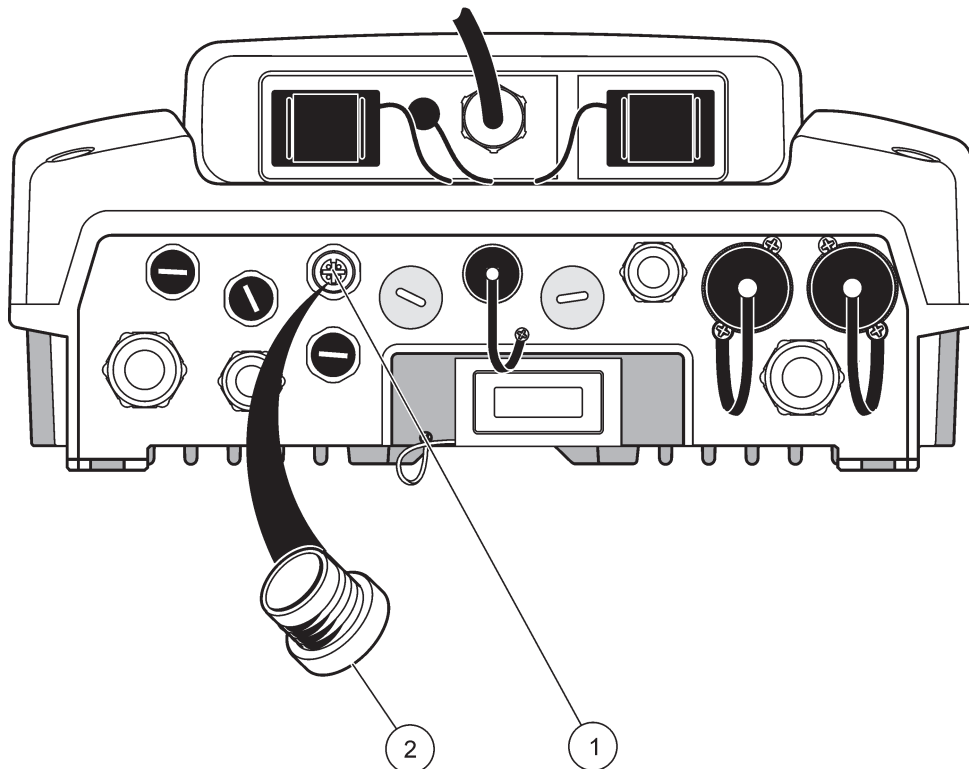

Bild 33 Entfernen der Schutzabdeckung.
1. Schrauben Sie die Schutzabdeckung der Controllerbuchse ab (Bild 33). Wenn die Sonde entfernt wird, bringen Sie die Schutzabdeckung wieder an.